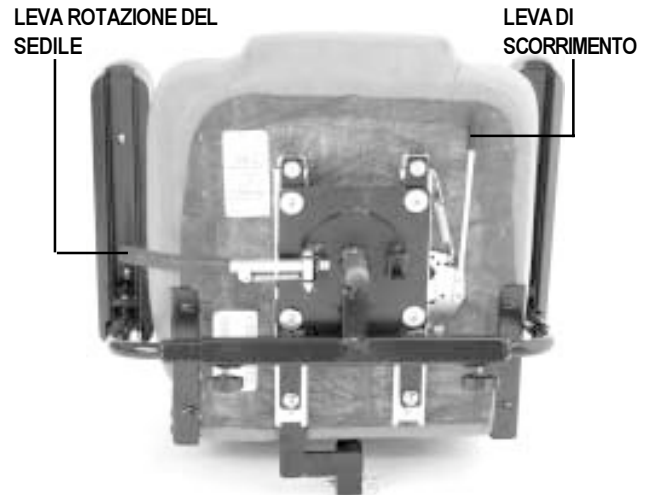

Figura 16. Regolazione del sedile
1. Tirare verso l'alto la leva dello scorrimento sedile per sbloccarlo. Si veda figura 16.
1. Spingere verso il basso la leva di rotazione del sedile per sbloccarlo. Si veda figura 16.